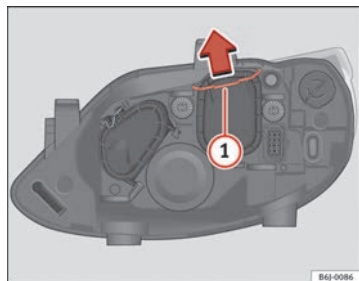

Fig. 153 Luz de cruce
- Desplace el tirante ⇒ fig. 153 ① en el sentido de la flecha y saque la tapa.